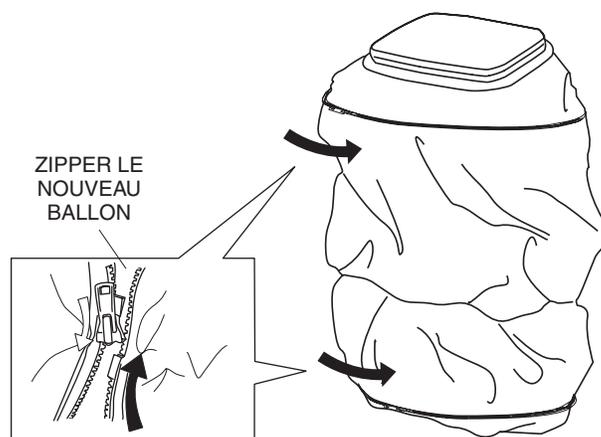

Figure 43. Zipper le nouveau ballon
4. Zipper la fermeture éclair au haut et au bas du nouveau ballon. Voir Figure 43.